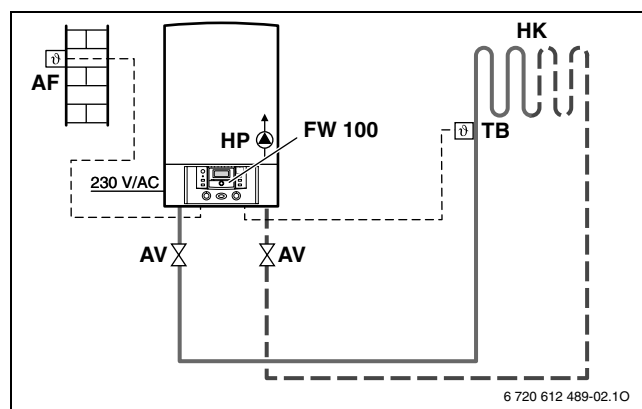

Рис. 2 Пример с регулятором FW 100, работающим по наружной температуре, и обогревом пола с расходом до 1000 л/ч
- Применение гидравлического отделителя в системах с трубами, не пропускающими кислород: при обогреве полов с расходом воды менее 1000 л/ч можно не устанавливать гидравлический отделитель, как показано на рис. 2.